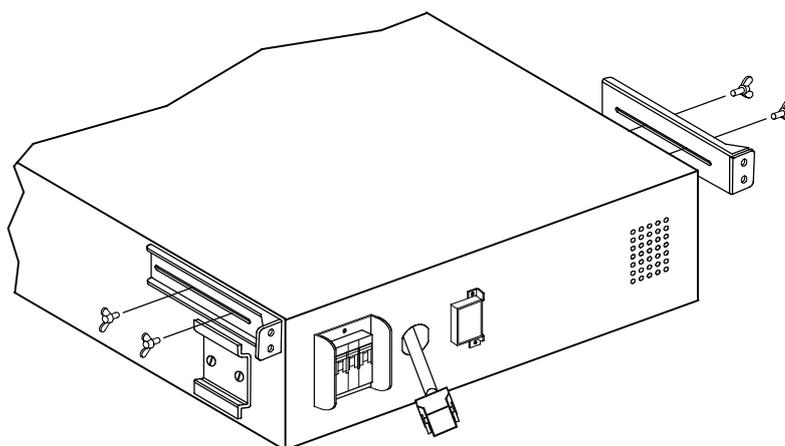

Рисунок 9. Установка дополнительных сейсмостойчивых кронштейнов EBM
15. При установке дополнительных сейсмостойчивых кронштейнов необходимо совместить два сейсмостойчивых кронштейна дополнительного батарейного модуля с крепежными отверстиями по сторонам дополнительного батарейного модуля над задними кронштейнами. Слегка закрепите кронштейны четырьмя прилагающимися барашковыми болтами. См. рис. 9.